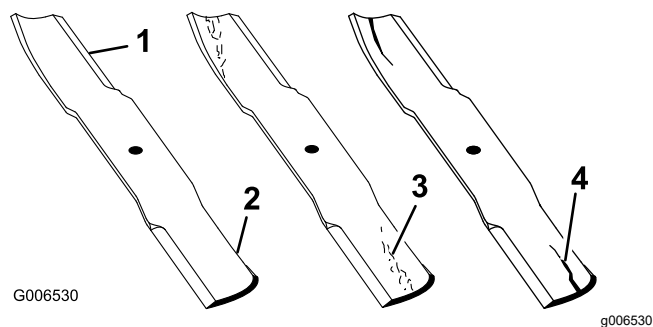

Рисунок 29
2. Осторожно проверьте режущие кромки ножей, особенно в точке соединения плоской и изогнутой частей ножа (Рисунок 29). Проверяйте ножи перед эксплуатацией машины, поскольку песок и абразивный материал могут стачивать металл между плоской и изогнутой частями ножа. Если вы увидите износ (Рисунок 29), замените нож; см. раздел Снятие и установка ножа \(ножей\) (страница 21).
При износе ножа между загибом и плоской частью ножа образуется бороздка (Рисунок 29). В конечном счете часть ножа может отломиться и вылететь из-под корпуса, возможно, нанеся тяжелую травму оператору или посторонним людям.